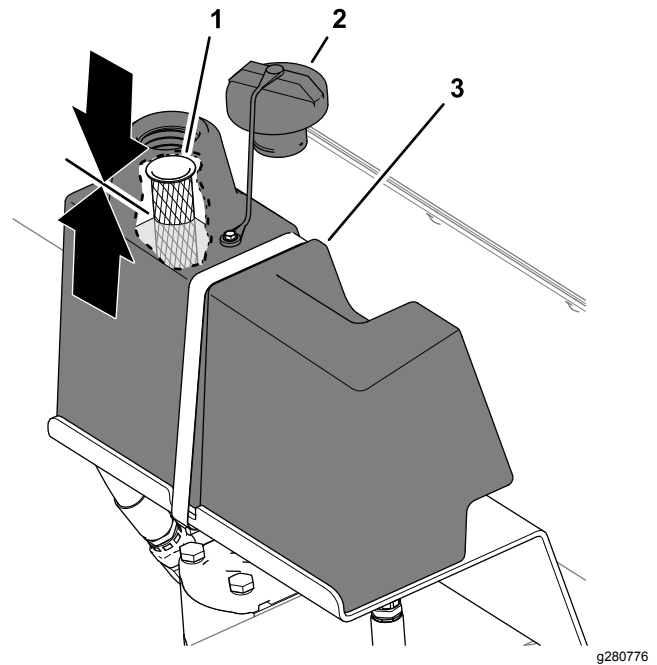

Bild 35
2. Reinigen Sie den Bereich um den Füllstutzen und die Kappe des Hydraulikbehälters und entfernen Sie die Kappe (Bild 35).
3. Prüfen Sie den Stand des Hydrauliköls. Das Öl sollte bis zur Hälfte des Sieb des Füllstutzens stehen (Bild 35).
5. Schrauben Sie den Hydraulikbehälterdeckel (Bild 35) wieder auf.
5. Reinigen Sie den Bereich um den Füllstutzen und die Kappe des Hydraulikbehälters und entfernen Sie die Kappe, siehe Bild 35 in Prüfen des Hydrauliköls \(Seite 29\).
8. Installieren sie die Hydraulikölbehälterkappe, siehe Bild 35 in Prüfen des Hydrauliköls \(Seite 29\).